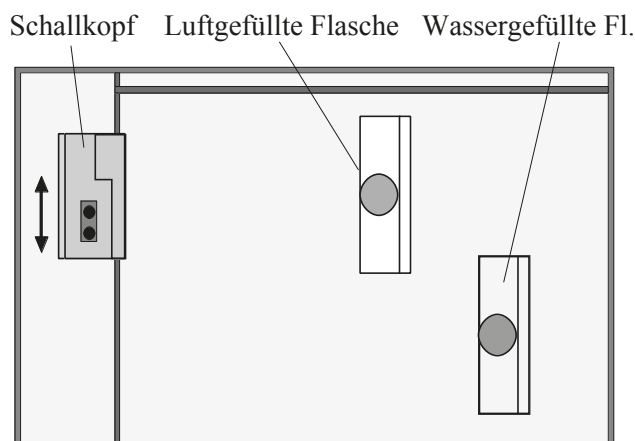

Abbildung 4.2.4: *Beispiel für die Anordnung der Gegenstände für den zweidimensionalen B-Scan.*
- Ordnen Sie zwei Flaschen in der Wanne so an, dass sie sich teilweise überdecken – eine Möglichkeit, die Flaschen aufzustellen, ist in Abb. 4.2.4 dargestellt. Berücksichtigen Sie, dass der Empfänger immer mindestens 10 cm Abstand zum oberen Rand haben wird. Verwenden Sie dabei auch die wassergefüllte Flasche. Die genaue Anordnung bleibt Ihnen überlassen...